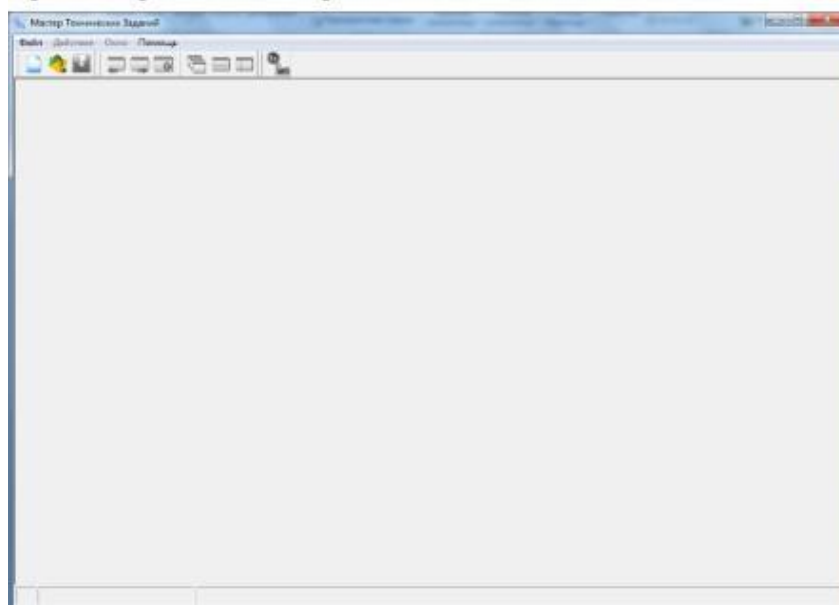

Рисунок 39 – Внешний вид программы
- 5.1. Из распакованного архива запустите программу mastertz.exe. Внешний вид программы представлен на рис. 39